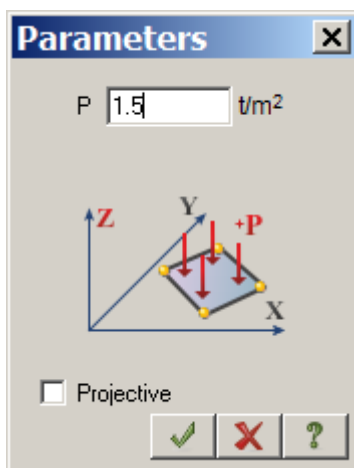

Figure 21.18 Load parameters dialog box
- ⇒ In the **Load parameters** dialog box specify $P = 1.5 \text{ t/m}^2$ (see Fig.21.18).